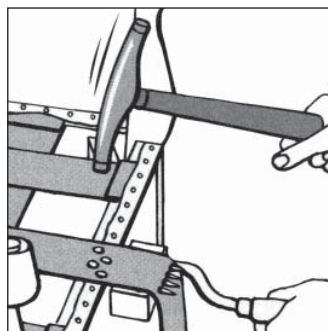

Figure 3 : Tendeur contre la traverse selon un angle de 90°
5. Avec votre main libre, placez une broquette sur la tête aimantée du marteau. Tenez le marteau à environ 6 po au-dessus de la sangle, puis plantez la broquette partiellement dans la traverse, au centre de la sangle. Enfoncez ensuite la broquette en entier dans la traverse à l'aide de la tête de frappe. **(Figure 3)**